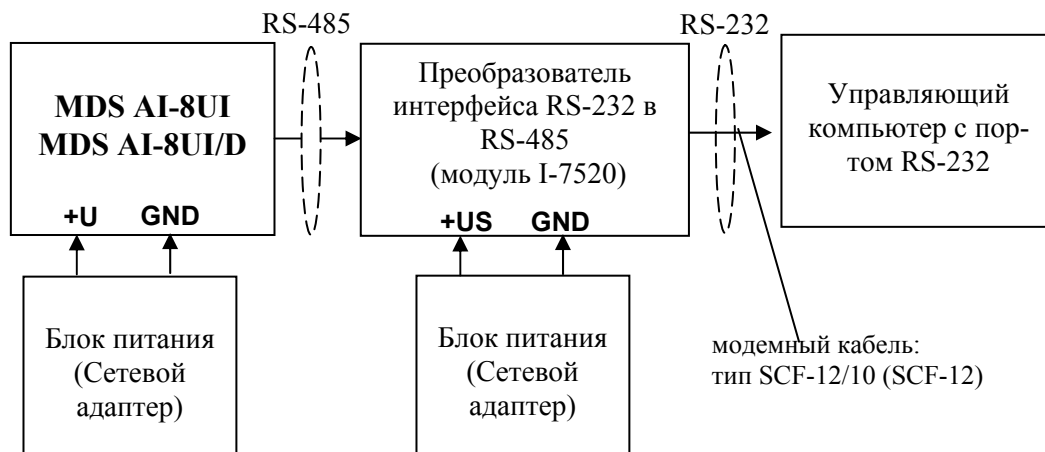

Рис. 6.1.
- подготовить рабочее место по схеме рис.6.1